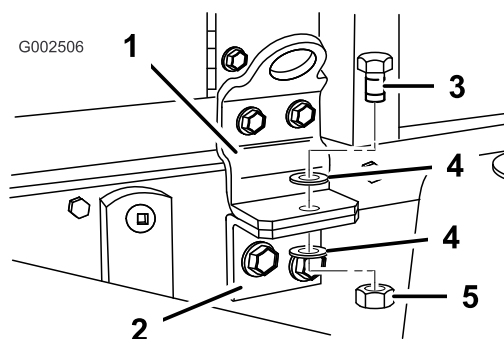

Figura 23
15. Fissate il gruppo del telaio di supporto del serbatoio al telaio con un bullone (1/2 x 1-1/2 pollici), due rondelle (1/2 pollice), e un dado di bloccaggio (1/2 pollice) come illustrato in Figura 23.